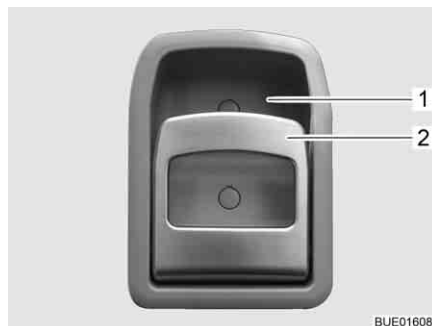

Fig. 42 Serrure de la porte cellule, à l'intérieur
- Tirer sur la poignée (Fig. 42,2). La serrure de la porte se déverrouille et s'ouvre.
- Appuyer sur la poignée (Fig. 42,2) en haut en direction de l'évidement (Fig. 42,1) dans lequel elle repose. La serrure de la porte se verrouille.